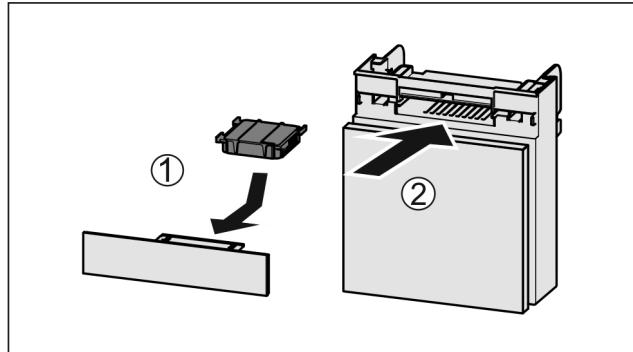

Fig. 110
- ▶ Установите фильтр с активированным углем, как показано на рисунке Fig. 110 (1).
▶ Вставьте отделение Fig. 110 (2).